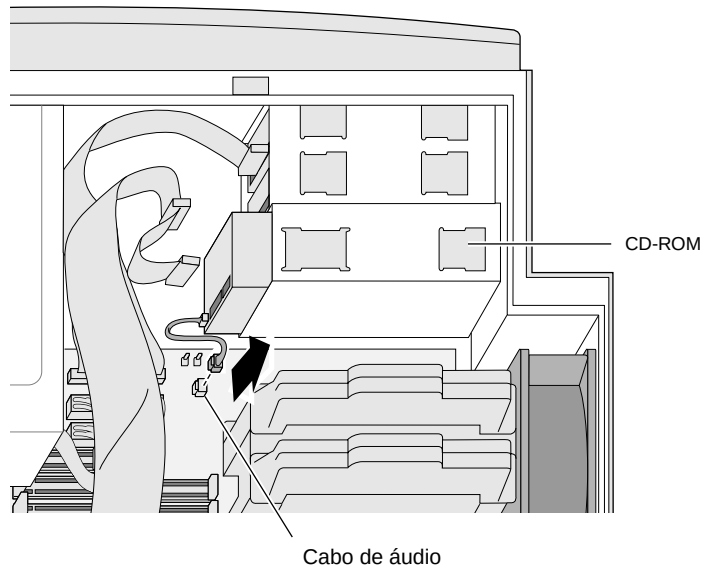

Figura 4-10 Desconectando o cabo de áudio
- Ao remover uma unidade de CD-ROM ou de DVD-ROM, desconecte também o cabo de áudio da placa do sistema. Pressione a lingüeta de trava para baixo a fim de soltar o cabo. Veja a Figura 4-10.